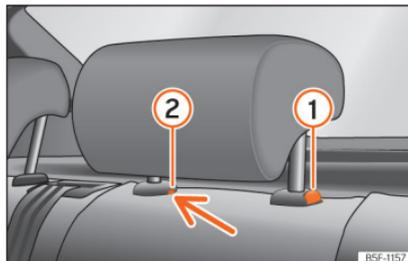

Abb. 121 Kopfstützen hinten: Ausbau.
- Drücken Sie die Taste » **Abb. 121** **①** und gleichzeitig mit einem Schlitzschraubendreher (Breite max. 5 mm) in die Öffnung der Verriegelung **②** und ziehen Sie die Kopfstütze heraus.